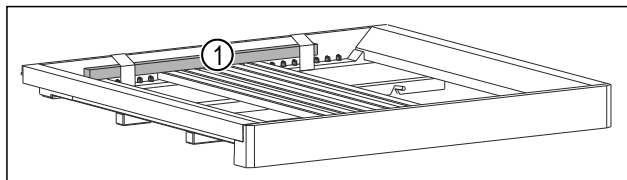

Fig. 6 *
- ▶ Odstraňte dřevěnou tyč Fig. 6 (I)*.